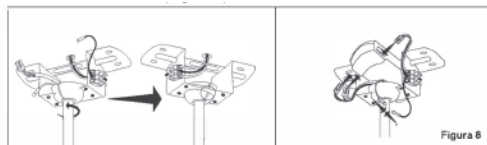

Figura 8
8. Mando a distancia e instrucciones de cableado (Figura 8)